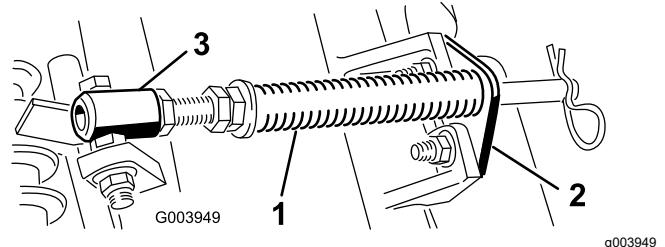

Figura 4
- A. Togliete i due bulloni a testa tonda e i dadi che fissano la staffa dell'asta alle alette degli elementi di taglio (Figura 4).
- B. Togliete il dado flangiato che fissa il bullone del tubo della molla all'aletta del telaio portante (Figura 4) e staccate il gruppo.
Nota: Posizionate la testa del bullone sul lato esterno dell'alella, come illustrato nella Figura 4.